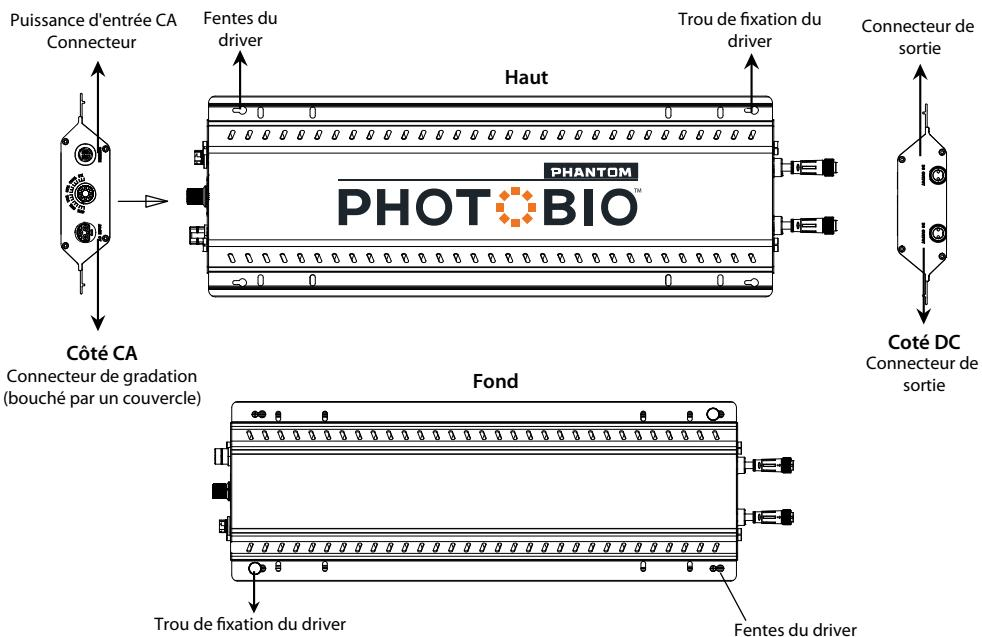

Fig. 5
Étape 2. Identifiez soigneusement la connexion du driver, comme le montre la figure 5